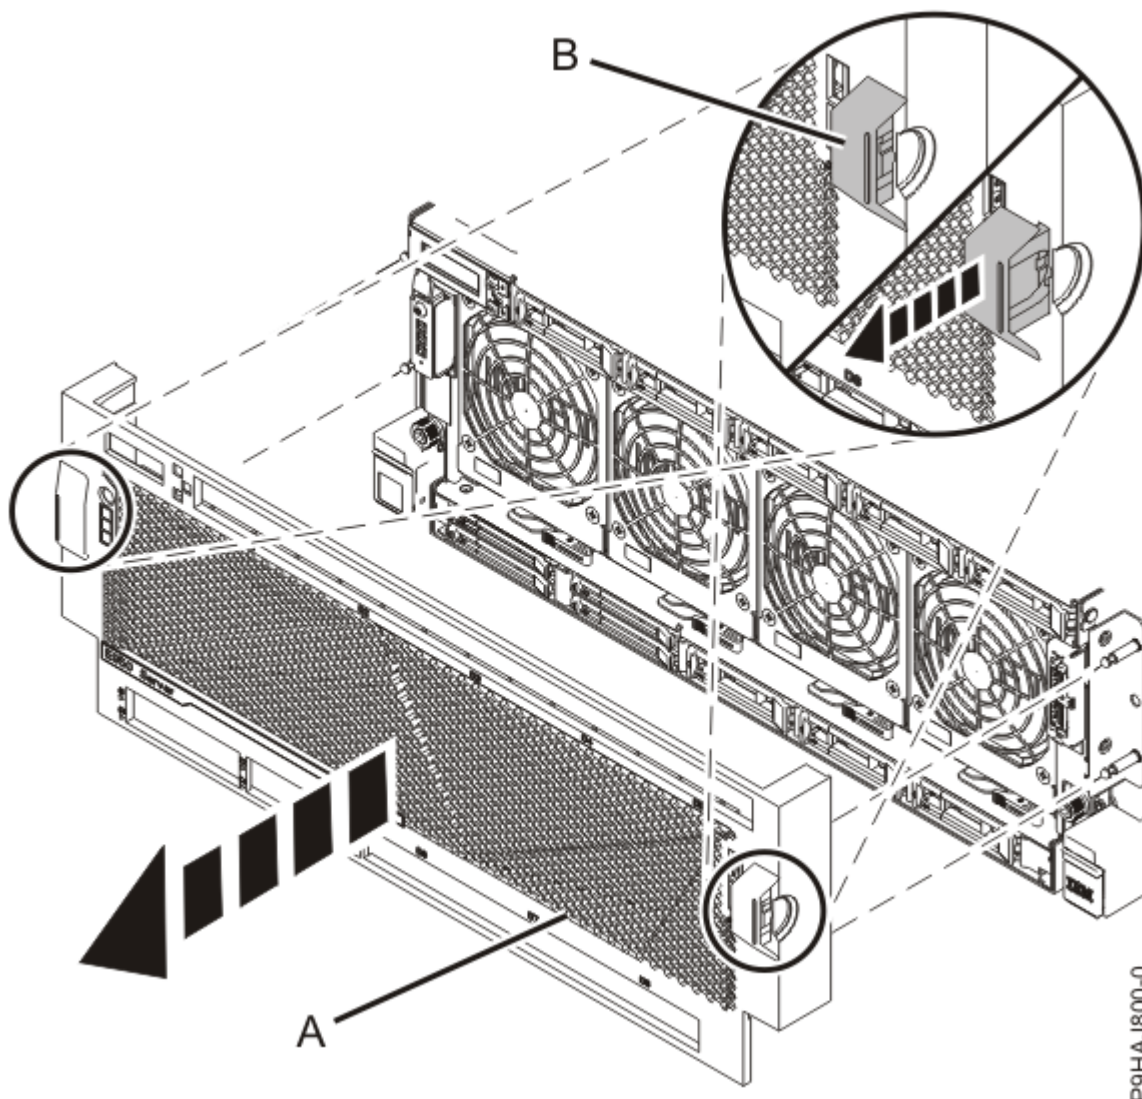

Figura 10. Scoaterea panoului frontal
2. Plasați-vă degetele pe adânciturile **(B)** de pe ambele părți ale capacului, după cum se arată în Figura 10 la pagina 12.
3. Trageți capacul **(A)** afară din sistem, așa cum se arată în Figura 10 la pagina 12.